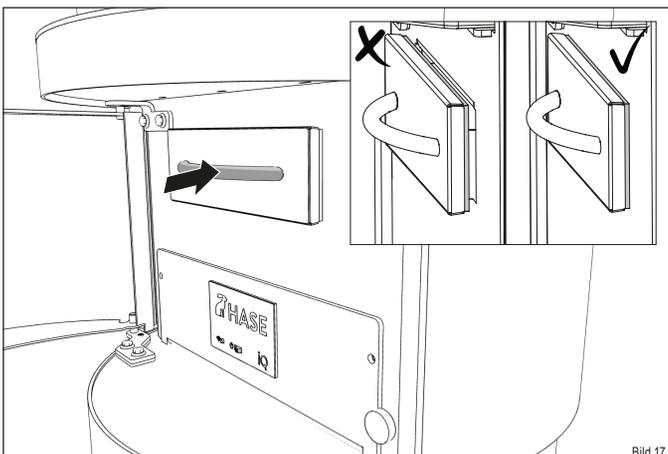

Bild 17
Achten Sie beim Einschieben des Aschebehälters darauf, dass dieser bündig mit der Dichtung anliegt (Bild 17). So wird sichergestellt, dass der Abbrandprozess nicht durch Falschluf t gestört wird.
- ✓ Schieben Sie den Aschebehälter wieder in die Öffnung, so dass dieser bündig mit der Dichtung anliegt (Bild 17).
- ▶ Schieben Sie den Aschebehälter wieder in die Öffnung, so dass dieser bündig mit der Dichtung anliegt (Bild 17).
- ▶ Schieben Sie den Aschebehälter wieder in die Öffnung (Bild 17).